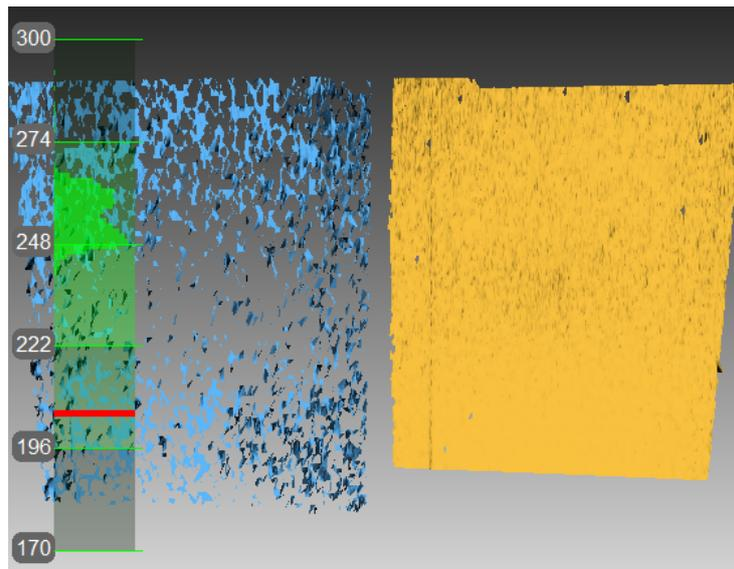

Abbildung 132: Artec Spider Korrekturergebnisse.
In manchen Fällen kann es vorkommen, dass der Scanner aufgrund von unvorsichtiger Handhabung oder Beförderung (Erschütterungen, unbeabsichtigtes Fallenlassen oder andere Gründe) Flächen nicht korrekt aufnimmt. Die gescannte Fläche wurde nur teilweise rekonstruiert oder enthält Löcher (beispielsweise als Ergebnis mangelhafter Rekonstruktion in der blauen Fläche von Abb. 132). Diese Fehler lassen sich durch Korrektur oder Kalibration des Scanners beheben.
9. Schritt 8 noch drei Mal wiederholen. Sofort danach beginnt die Berechnung. Anschließend erscheint im Fenster *3D-Ansicht* eine gelbe Ebene, die der mit den korrigierten Kalibrationseinstellungen erfassten Fläche entspricht (siehe Abb. 132).